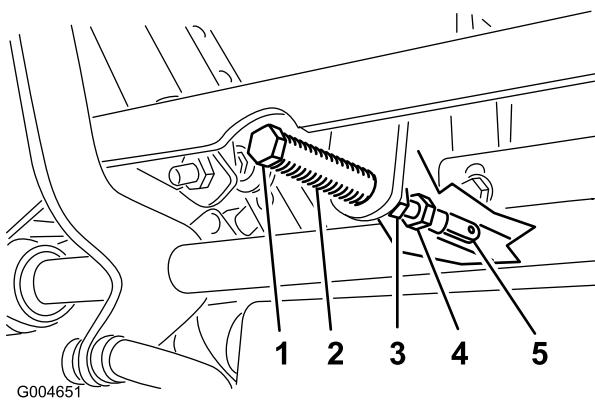

Figura 61
5. Tire hacia atrás de la palanca hasta que el pasador (en el brazo situado encima del eje pivotante) entre en contacto con el extremo de la ranura (empezando justo a tensar el muelle) (Figura 61).
7. Si es necesario un ajuste, afloje la tuerca y la contratuerca contra la horquilla (Figura 61).
8. Aplique una ligera presión hacia atrás en la palanca de control de movimiento, y gire la cabeza del perno de ajuste en el sentido apropiado hasta que la palanca de control esté centrada en posición de bloqueo/punto muerto (Figura 61).
9. Apriete la tuerca y la contratuerca (Figura 61).
- Apriete las contratuercas de las articulaciones esféricas (Figura 61).